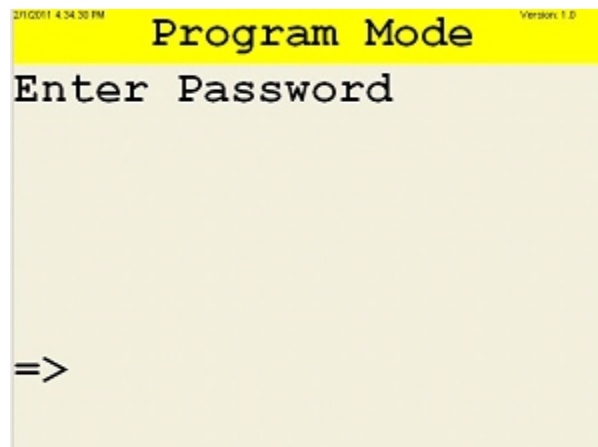

Figure 3
1) On the screen, using the F1 key, cycle through the screens until the option "Program Mode" comes up; press ENT (this Program Mode option is not available when a transaction is in progress). The second line should be "Enter Password". (figure 3)
1) À l'aide de la touche F1, faire défiler les écrans jusqu'à " Program Mode " (mode du programme); appuyer sur ENT (cette option " Program Mode " n'est pas disponible lorsqu'une transaction est en cours). La deuxième ligne devrait être " Enter Password " (entrer le mot de passe). (figure 3)